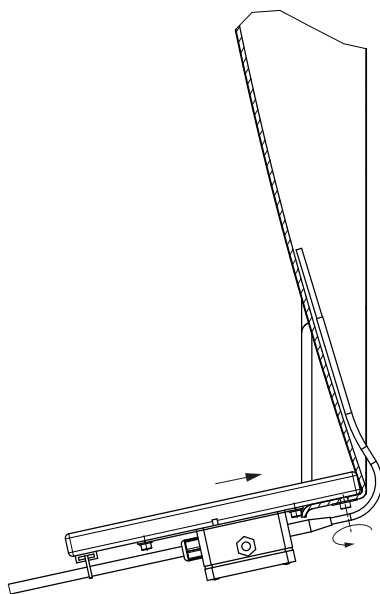

Abb. 3
2. Aluprofil bis zum Reflektorblech schieben und Schraube (1) festziehen ($M_A = 5 \text{ Nm}$) (Abb. 3).